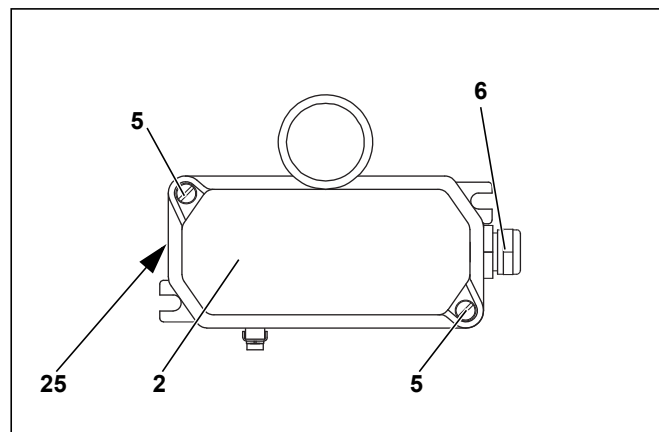

Abb. 5-13: Inbetriebnahme
5. Kontrollieren Sie die Dichtung (22) der Haube (2) auf Beschädigung.
6. Schließen Sie die Haube (2).
7. Befestigen Sie die Haube (2) mit den Schrauben (5) (siehe Abbildung 5-13, Seite 24).
1. Stellen Sie vor der Inbetriebnahme des Band-Schieflaufschalters die Dichtigkeit sicher (s. Abb. 5-13):
- Kontrollieren Sie, dass die Schrauben (5) der Haube (2) mit dem **Anziehdrehmoment von 1,5 Nm** angezogen sind.
- Kontrollieren Sie, dass die Kabelverschraubung (6) mit dem **Anziehdrehmoment von 6,7 Nm** angezogen ist.
- Kontrollieren Sie, dass die Verschlussschraube (25) fest angezogen ist.
2. Öffnen Sie die Haube (2), indem Sie die beiden Schrauben (5) lösen (siehe Abbildung 5-13, Seite 24).